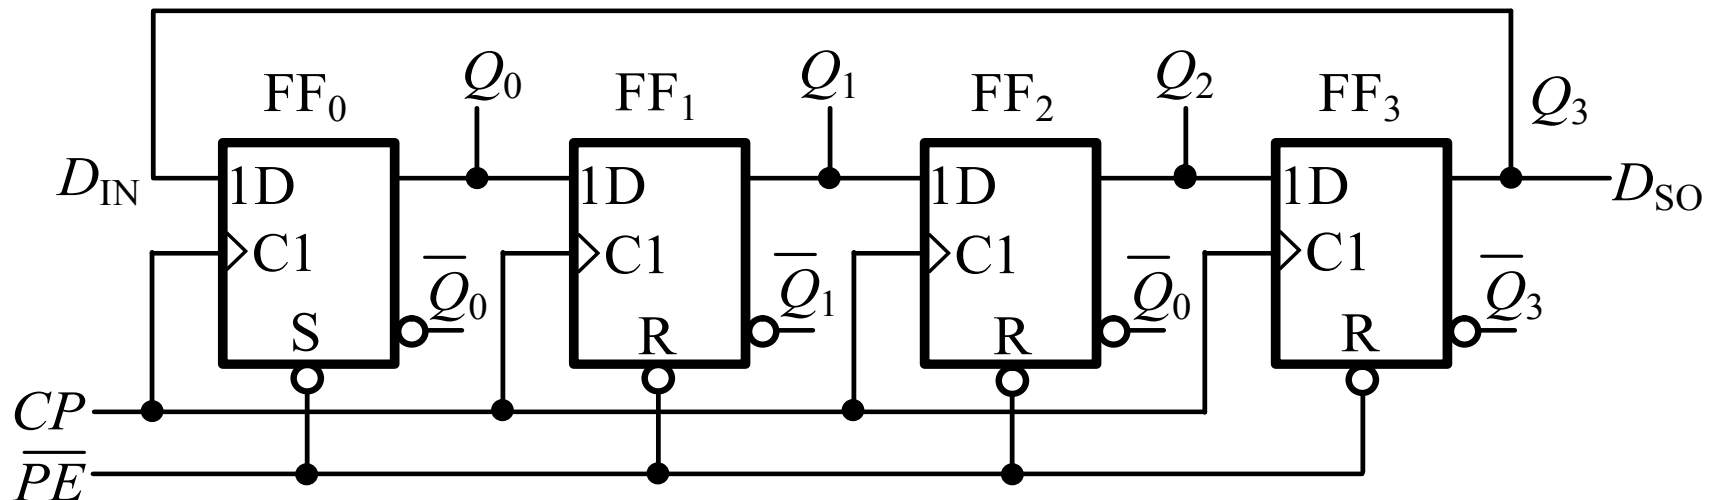

图4.4.5 环形计数器
- 将图4.4.3中移位寄存器的 $D_{SO}$  ( $Q_3$ ) 与 $D_{IN}$ 相连, 则构成**环形计数器**, 如图4.4.5所示。